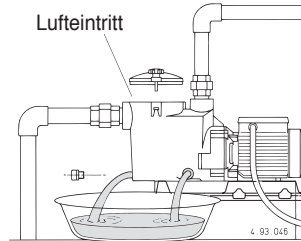

Abb. 4 Entleerung
**Bei längeren Stillstandsperioden oder bei Frostgefahr ist die Pumpe vollständig zu entleeren.** Dafür die zwei Ablassschrauben mit den wiederverwendbaren Runddichtringen abnehmen (**Abb. 4**).
Vor der Demontage ist die Pumpe vollständig zu entleeren (siehe **Abb. 4** und **Kapitel 12**). Demontage und Montage unter Zuhilfenahme des Schnittbildes (**Kapitel 15**) durchführen.